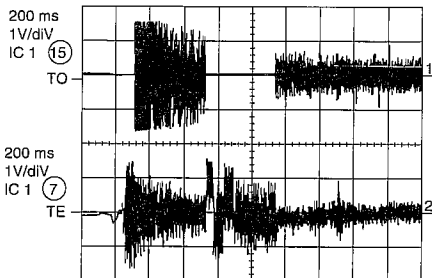

Figure 23-4
3. E/F balance (tracking error balance) (Fig. 23-4)
3. E/F-Balance (Abtastfehlerbalance) (Abb. 23-4)
3. Balance E/F (balance d'erreur d'alignement) (Fig. 23-4)